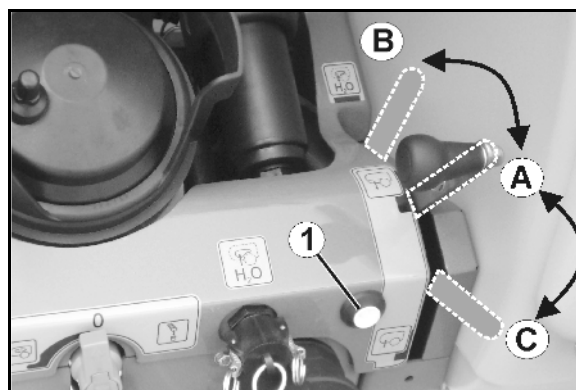

Fig. 73
- Fjernbetjent skift fra positionen Sprøjtning (Fig. 73/A) til positionen Skylning (Fig. 73/B).
Skift fra positionen Påfyldning (Fig. 73/C) til positionen Sprøjtning (Fig. 73/A) via betjeningsterminal eller i betjeningfeltet (Fig. 73/1).